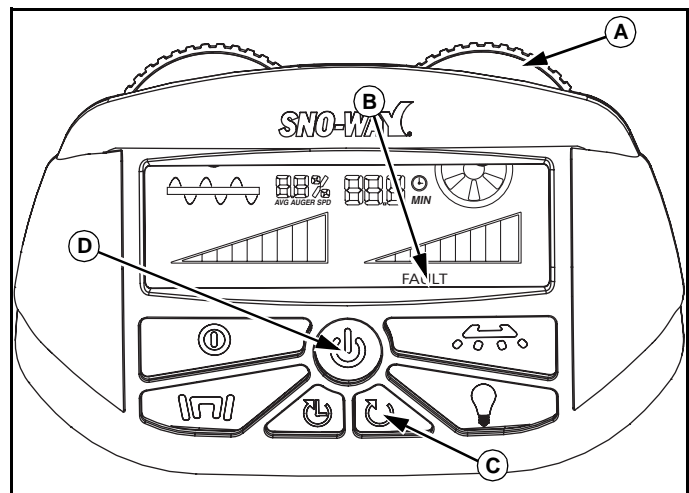

Figur 1-18
Når spiralboret stanser, vil ordet FAULT (A) lyse opp på skjermen. Den venstre spiralbor-skiven (B), strømknappen (D), og knappen for tilbakestilling av feilen (C) vil blinke rødt. Grafen vil forsvinne og spiralboret vil begynne å rotere bakover og fremover. Dessuten vil vibratoren, fuktesystemet, og lyset slutte å virke helt til fastkjøringen slippes. Når fastkjøringen er sluppet fri, vil spredderen gjenoppta sin tidligere drift. Hvis fastkjøringen ikke har blitt sluppet fri etter fire sykluser, vil enheten pipe, og slutte å fungere. Ordet FAULT (A) vil fortsette å lyse på skjermen. Spiralborets skive og knappen for tilbakestilling av feil blinker rødt, mens strømknappen lyser kontinuerlig rødt. (Se Figur 1-18.)